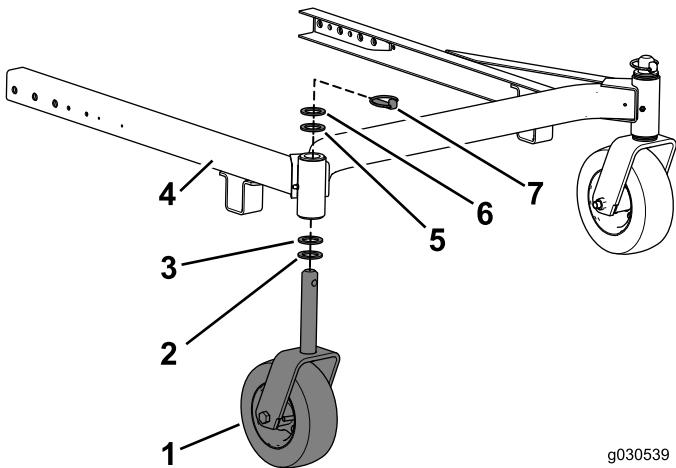

図 11
- キャスターをキャスターフォークに固定するスラストワッシャ4枚とリンチピンを使用する図11。